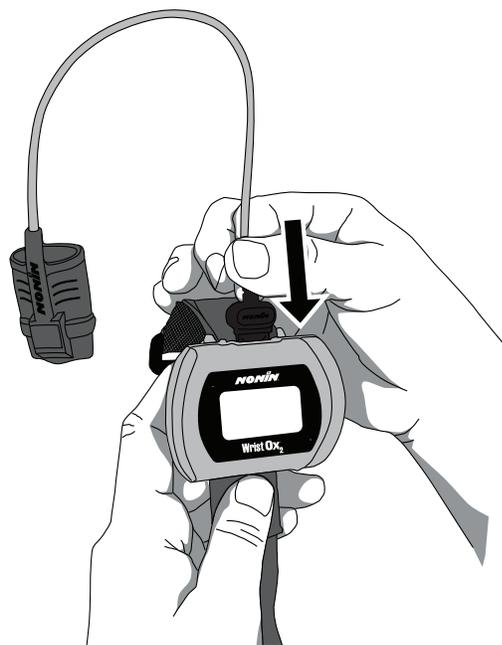

Figure 12: Fixation du capteur
1. Insérez le connecteur du capteur dans le port du capteur situé sur la partie supérieure de l'appareil (figure 12). Le logo Nonin sur le connecteur du capteur doit être du côté de l'avant de l'appareil.